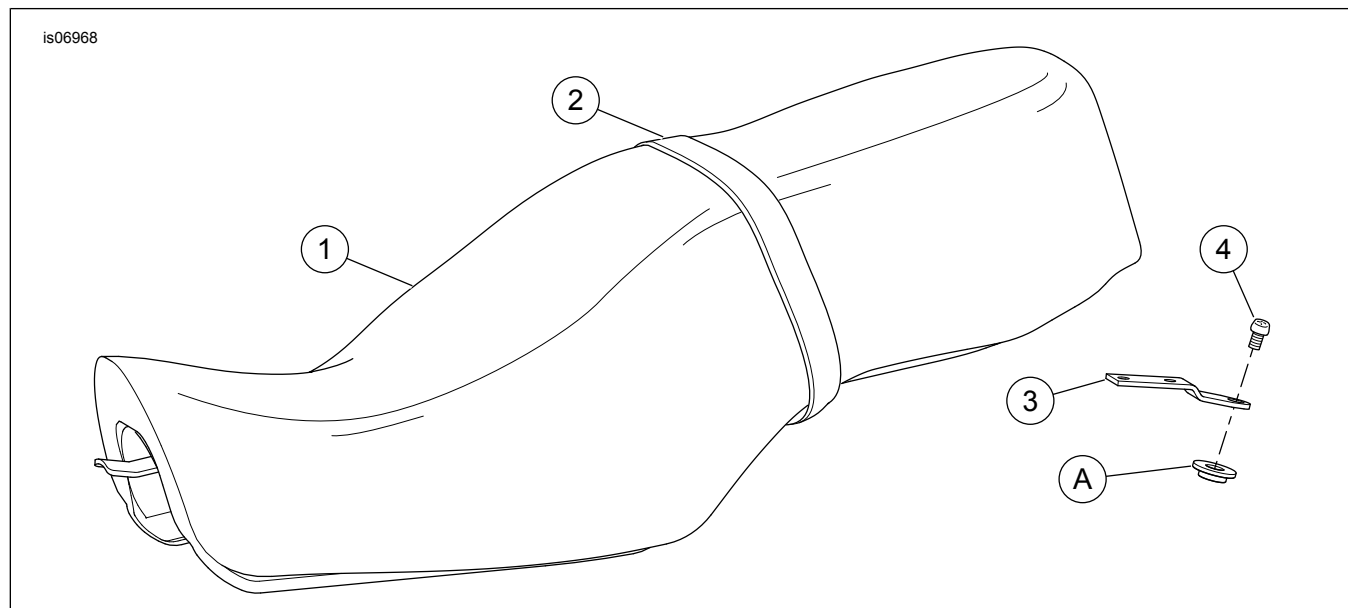

Figura 3. Parti di ricambio: Sella XL
Vedere Figura 3 e Tabella 1.
- a. Disporre la parte anteriore della nuova sella in modo che la linguetta (1) si inserisca nella scanalatura nel punto di attacco posteriore del serbatoio del combustibile.
- b. Spingere la sella in avanti e ruotarne la parte posteriore verso il basso, finché non entri in contatto con il telaio. Flettere leggermente la sella nel mezzo e farla scorrere verso la parte posteriore in modo che nell'asola di ancoraggio (2) sul fondo si inserisca il perno centrale sul telaio.
3. Vedere Figura 3. Tirare la parte centrale della sella per accertarsi che sia ben fissata. (Sarà presente un gioco modesto, ma la sella dovrà sollevarsi solo di circa dodici millimetri e quindi essere trattenuta saldamente in posizione dal prigioniero sul lato inferiore della stessa). Se la sella non è posizionata saldamente, ripetere il punto 2 finché la sella non sarà saldamente posizionata. Se necessario, per ulteriori istruzioni sulla collocazione della sella fare riferimento al manuale d'uso.
4. Installare la vite di montaggio della sella (4) e serrare la staffa di montaggio della sella (3) al lato superiore del parafango posteriore.